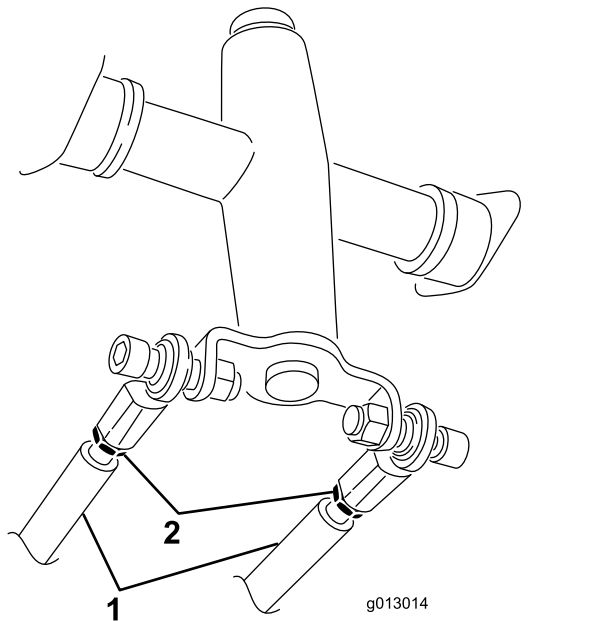

図 56
3. 走行ロッドコントロールパネル下のジャムナットをゆるめる 図 56。